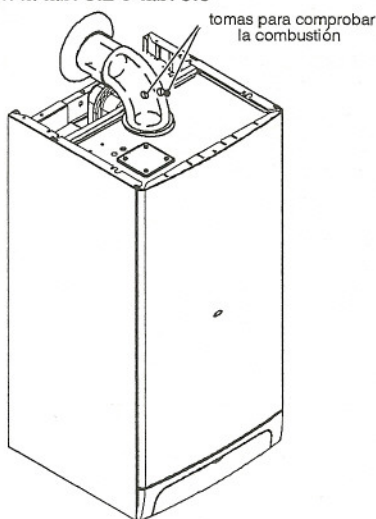

fig. 9.7
- 2 Comprobar la combustión de la caldera utilizando las tomas (fig. 9.7) ubicadas en los tubos de humo y comparar los datos detectados con la tab. 9.2 o tab. 9.3